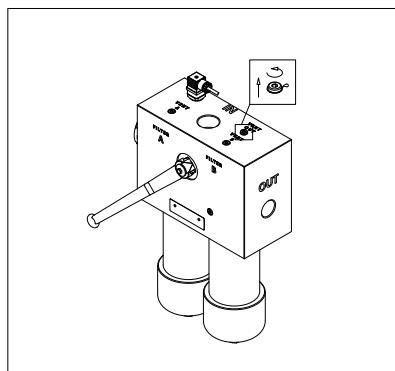

fig. 18
- (Fig. 18) Allentare il tappo di sfiato "Vent OUT" di un giro al massimo